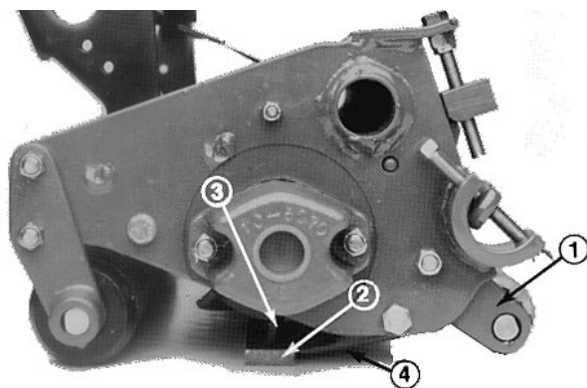

Fig. 6
2. Legg en 1/4" eller tykkere plate under sylinderknivene og mot knivplatens klippekant (fig. 6). Bakre valse skal ikke berøre overflaten.